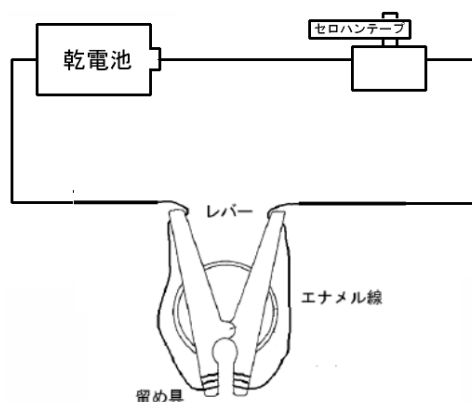

図 2
- (1) 図 2 のような回路をつくる。
- (2) 乾電池の一極とモーターの片側の導線には、それぞれ洗濯ばさみクリップ付き導線をつなげる。
- (3) 調べる物が電気を通すかどうか予想する。
- (4) 調べる物を、洗濯ばさみクリップ付導線にはさんで、モーターが回るかどうかを調べる。
- (5) モーターが回れば電気を通すことがわかる。
- (6) 結果を記録する。